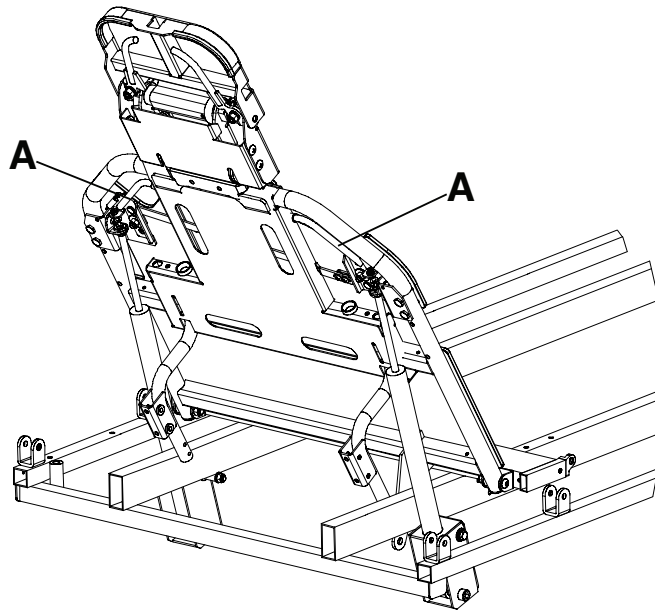

Figura 3 – Schienale Fowler
Per alzare lo schienale Fowler, premere le apposite maniglie di sblocco (A) e sollevare lo schienale Fowler alla posizione desiderata (Figura 3).
Per abbassare lo schienale Fowler, premere le apposite maniglie di sblocco (A) e abbassare lo schienale Fowler alla posizione desiderata (Figura 3).